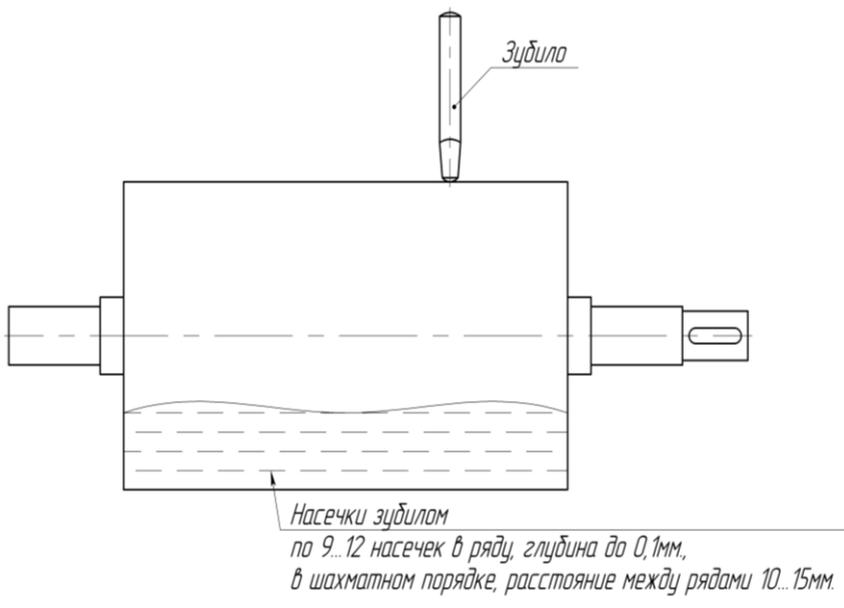

Рис. 4 Нанесение насечки на вальцах
- с помощью зубила и молотка, легкими ударами нанести насечку на вальцы по всей рабочей поверхности (рис. 4).